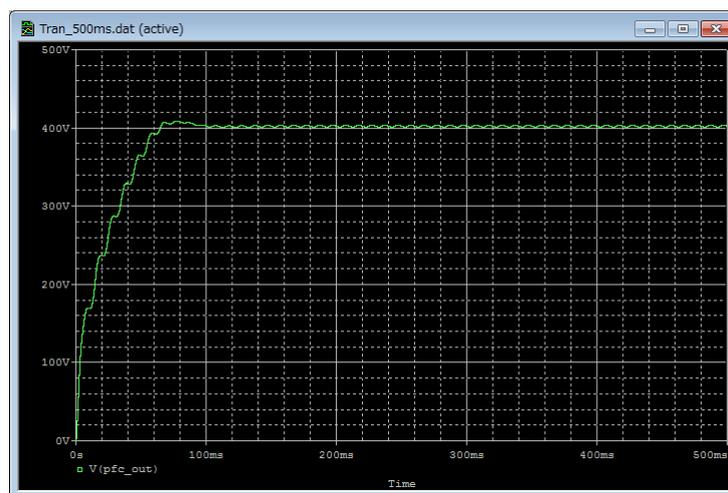

図 5.10 結果波形表示(例：出力電圧波形)
- (3) PSpice® A/D のグラフウィンドウに結果波形が表示されます。(図 5.10)